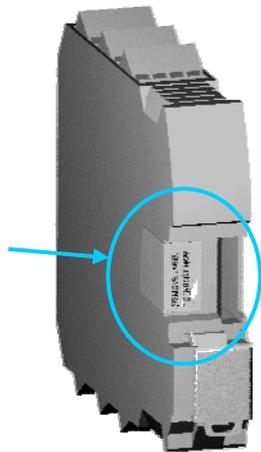

Figure 1
- Das Schutzetikett entfernen (Abbildung 1).
- Remove the protection label (Figure 1).